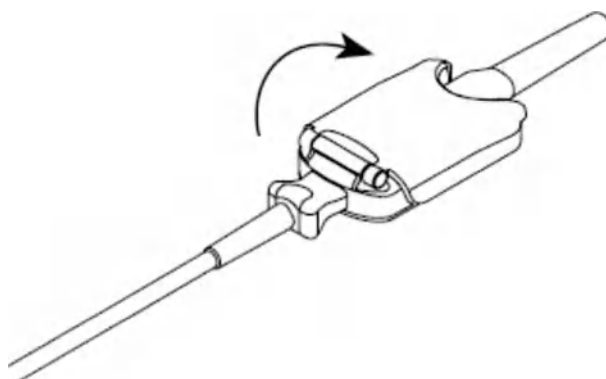

Рис. 5.1.62.
2. См. рис. 5.1.62. Полностью вставьте разъем датчика в разъем кабеля для подключения к пациенту. Закройте крышкой разъема датчика разъем кабеля для подключения к пациенту, пока она не будет зафиксирована.